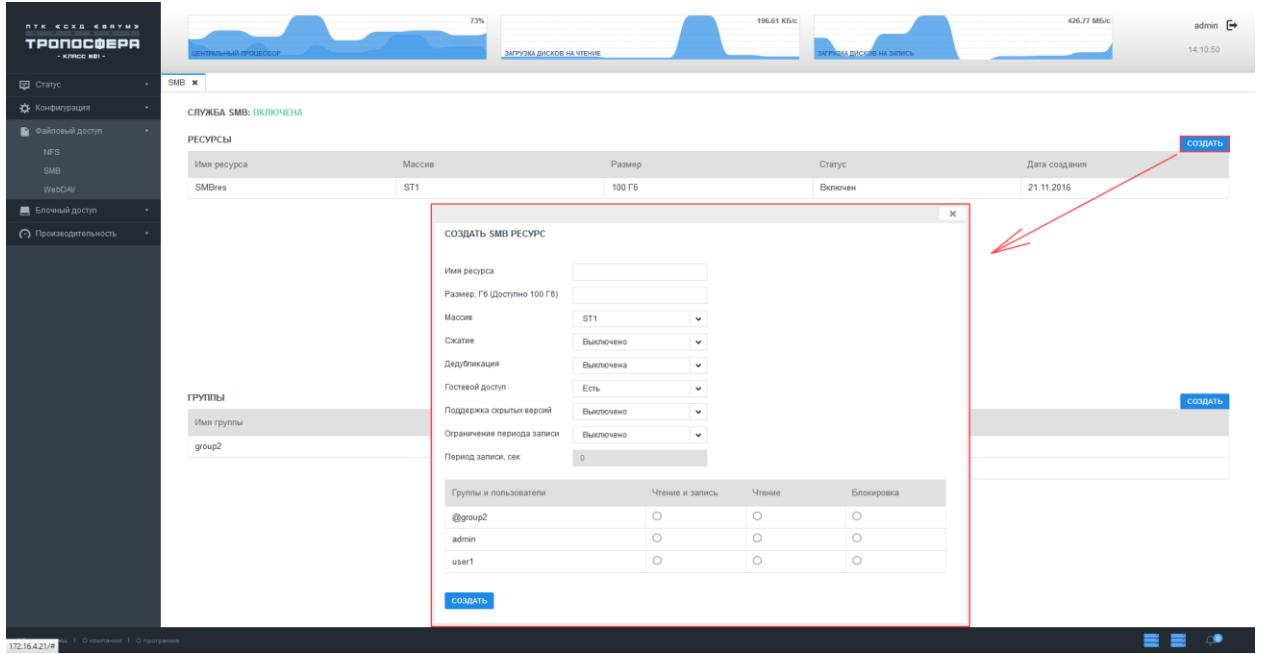

Рисунок 48 - Ресурс по протоколу SMB
- 2) Нажать на кнопку «Создать» (см. Рисунок 48).